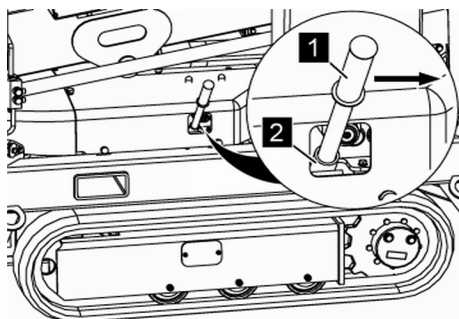

Fig. 68: Levier de verrouillage
4. → Enfoncer le levier de verrouillage (Voir la Fig. 68/1) pour le réglage du système d'entraînement dans la goupille de verrouillage (Voir la Fig. 68/2).
5. → Desserrer le verrouillage en appuyant sur le levier de verrouillage (Voir la Fig. 68/1) dans le sens de la flèche.
6. ➔ Maintenir le levier de verrouillage (Voir la Fig. 68/1) en position ouverte, et monter avec précaution les deux appuis du côté du système d'entraînement à chenilles qui doit être rentré, donc descendre le châssis de ce côté, jusqu'à ce que le système d'entraînement à chenilles soit rentré (☞ *Chapitre 6.5 « Mettre la machine en position de travail » à la page 70*).
7. ➔ Relâcher le levier de verrouillage (Voir la Fig. 68/1) et l'enlever.